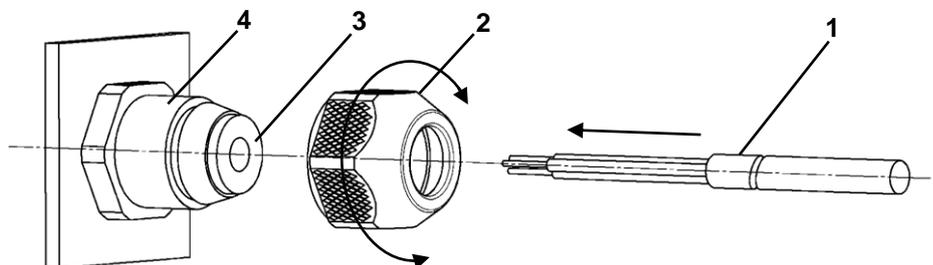

Abbildung 7: Anschluss PG-/Kabelverschraubung
- Führen Sie die Anschlussleitung Pos. 1 durch die Überwurfmutter Pos. 2, die Formdichtung Pos. 3 und den Zwischenstutzen Pos. 4 (Abb. 7).